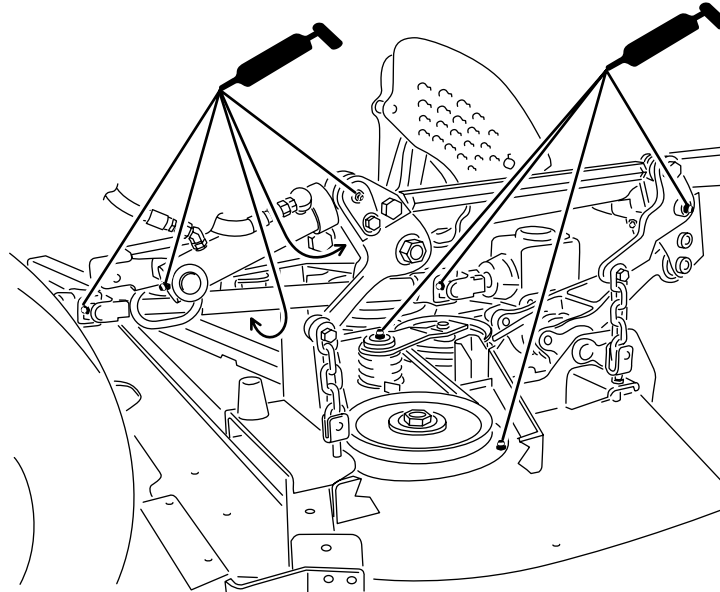

Figura 29
1. Limpie los puntos de engrase para evitar que penetre materia extraña en el cojinete o casquillo (Figura 29).